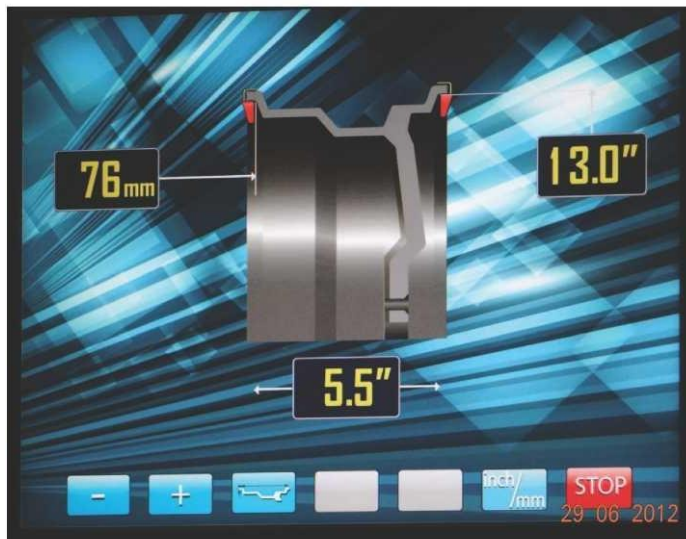

рис.10.2.
При включении питания СБ автоматически устанавливаются исходные параметры « d » и « b », записанные в памяти СБ, которые можно проконтролировать нажимая кнопку A, d, b кнопка 3 на рис.10.2.
В этом режиме функционируют кнопки «-» и «+» для ввода ширины диска, а также для коррекции диаметра диска и дистанции от корпуса СБ до колеса, если требуется их ручная коррекция. Переключение кнопок «-» и «+» для коррекции диаметра и дистанции осуществляется кнопкой А,d,b (кнопка 3 рис.10.2), при этом корректируемая величина выделяется красным цветом, кроме того кнопка А,d,b позволяет перейти к экрану ввода геометрических параметров из экрана основного рабочего режима.
11.2.1. Введите геометрические параметры колеса как описано в п. 10.2 или 10.4. На экране ввода геометрических параметров отображается стандартная балансировка грузами на пружинках рис.10.2 или 10. 4.